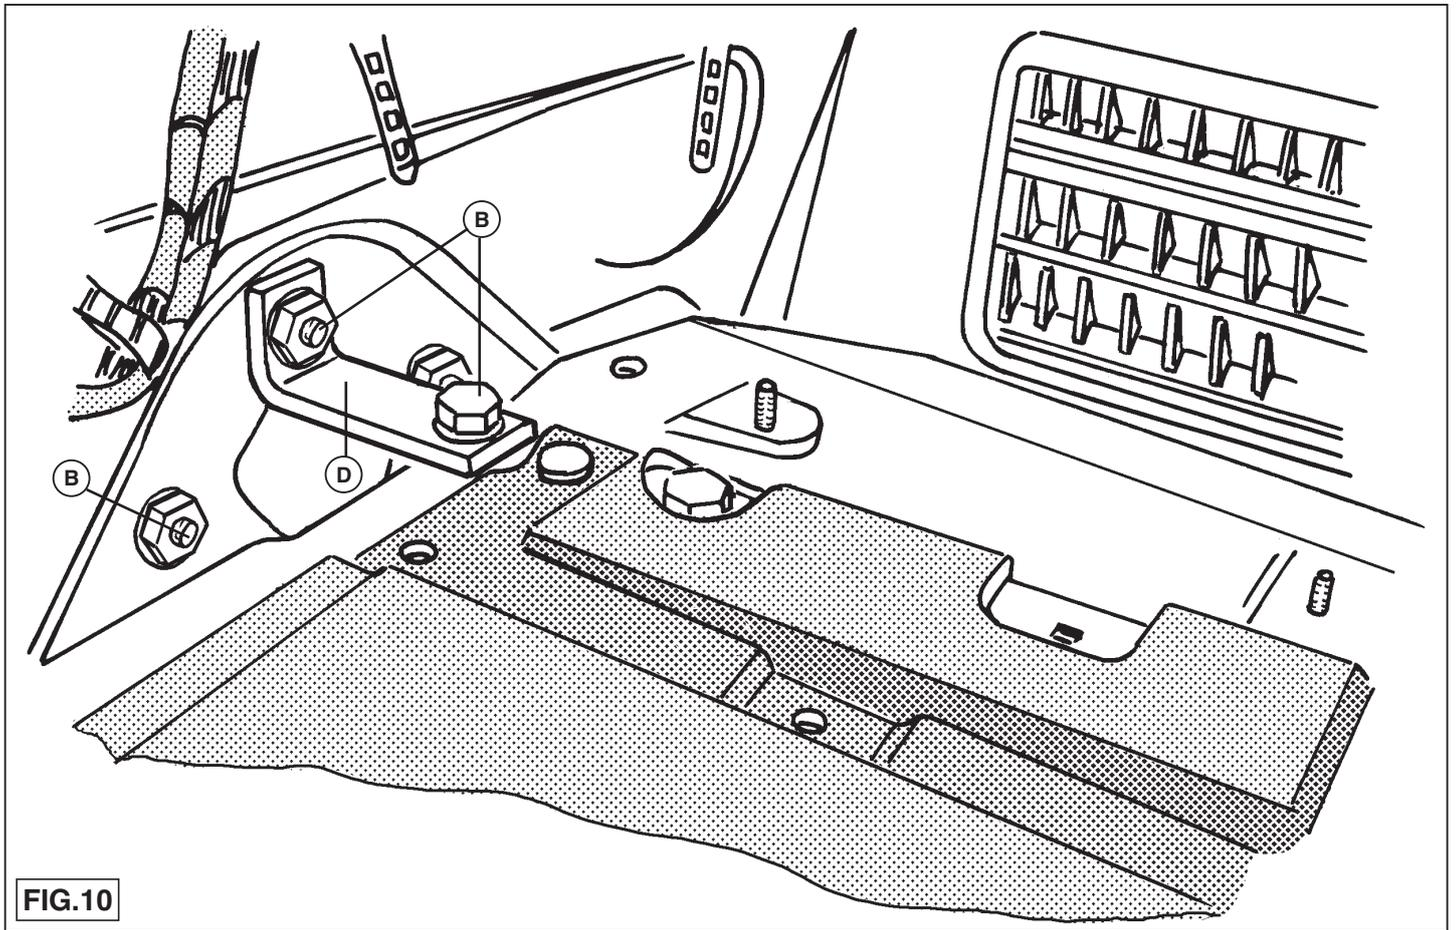

FIG.10
l'aide de deux boulons M12x75/31,2, rondelles de blocage et écrous autoforants inclus. Serrer les boulons de fixation de la rotule conformément au tableau. Positionner le pare-chocs avec l'attache-remorque et le fixer conformément à la fig.10 à l'emplacement des points B à l'aide de six écrous autoforants M10, rondelles de blocage incluses. Serrer tous les boulons et écrous conformément au tableau et remettre en place les pièces déposées au point 1.
3. Placera dragkroken i lättmetallramen "enligt fig. 9" och sätt fast den på stötdämparnas fästpunkter med det originella monteringsmaterialet. Placera det hela i stötfångaren och sätt tillbaka, om monterad, värmeskölden. Placera kulstängen inklusive kontakthållare och fäst den med två skruvar M12x75/31.2 inklusive planbrickor och självvläsande muttrar. Momentdrag kulans fästsruvar enligt tabellen. Placera stötfångaren inklusive dragkroken och montera den med sex självvläsande muttrar M10 inklusive planbrickor på punkterna B. Se fig. 10. Momentdrag samtliga skruvar och muttrar enligt tabellen och sätt tillbaka de i fig. 1
3. Anbring anhængertrækket i rammen af lättmetall ifølge fig. 9 og monter denne med det tidligere anvendte montagemateriale på det sted, hvor støddæmperne var placeret. Anbring helheden i kofangeren og sæt, om monterad, varmeskjoldet på plads igen. Placer kuglestangen inklusiv dækpladen til stikdåsen og monter denne med to bolte M12x75/31,2 inklusiv planskiver og selvlåsende møtrikker. Spænd kuglestangens bolte ifølge tabellen. Anbring kofangeren inklusiv anhængertrækket og monter - ifølge fig. 10 - helheden ved punkterne B med seks selvlåsen-
uridad. Apretar los tornillos de fijación de la bola de acuerdo con la tabla. Colocar el parachoques inclusive el gancho de remolque y fijarlo “de acuerdo con la fig. 10” a la altura de los puntos B por medio de seis tuercas de seguridad M10 inclusive arandelas planas. Apretar todos los tornillos y tuercas de acuerdo con la tabla y volver a poner las partes indicadas en la fig. 1.